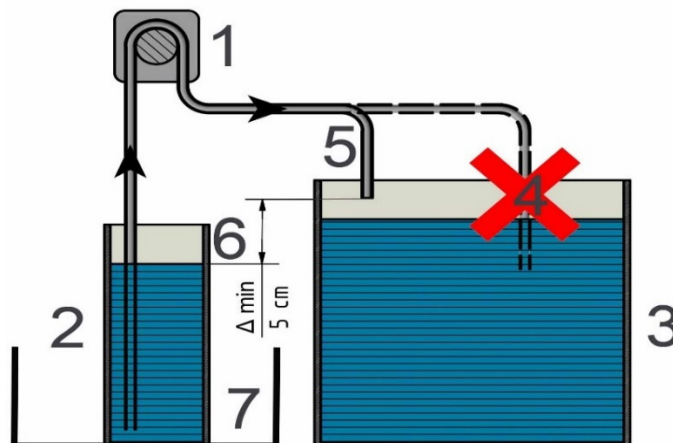

Fig. 1: Instrucciones de seguridad:
Las bombas (1) son autocebantes y siempre deben colocarse de acuerdo con la Fig. 1. Este es el único modo de evitar el vaciado total del recipiente (2). Se recomienda mantener las mangueras lo más cortas que sea posible (altura máx del agua 2 m = 0.2 bar), sin embargo, el tubo del lado de succión ha de llegar al fondo del contenedor (2). Para evitar el refluj, tenga cuidado de que la manguera de dosificación no queda dentro del agua del acuario (4). El nivel de agua en el contenedor (6) siempre tiene que estar por debajo del extremo del tubo de dosificación (5). El nivel del agua en el filtro / acuario (3) no es importante cuando se respetan estas instrucciones.